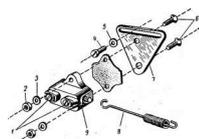

Рис. 22. Детали включателя стоп-сигнала:
**Включатель стоп-сигнала** (рис. 22). Он расположен в нижней части правого инструментального ящика мотоцикла и крепится винтом.